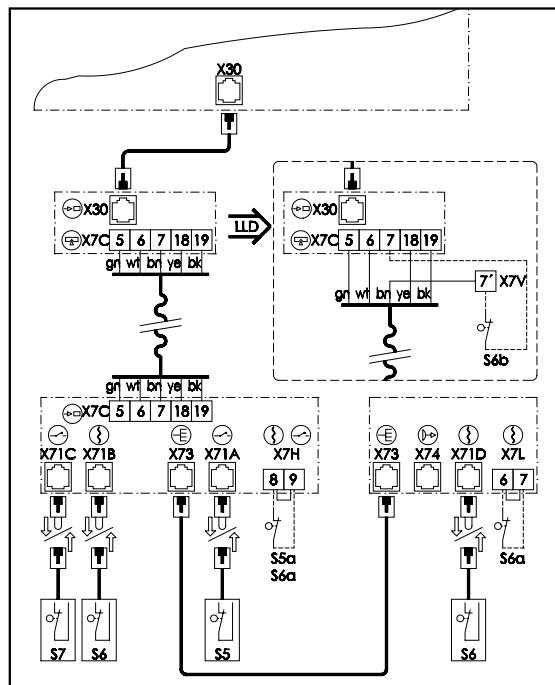

图5：连接控制和门片
- 按照图5所示进行电气连接。
对带有底边保护的门设备，也要先按照图5所示进行电气连接。光电传感器